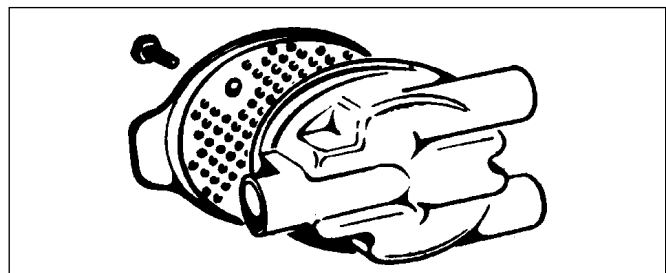

Abb. 4
- Um den Luftfilter auseinanderzubauen, entfernen Sie zunächst den Geräuschdämpfer mit dem Gehäusedeckel (Abb. 4).
ANMERKUNG - Die innenliegenden Geräuschdämpferlöcher (Abb. 4) müssen stets vollkommen sauber sein und keinerlei Formfehler (Formgrate) ausweisen, da sich diese andernfalls nachteilig auf den Verbrennungsvorgang auswirken können.